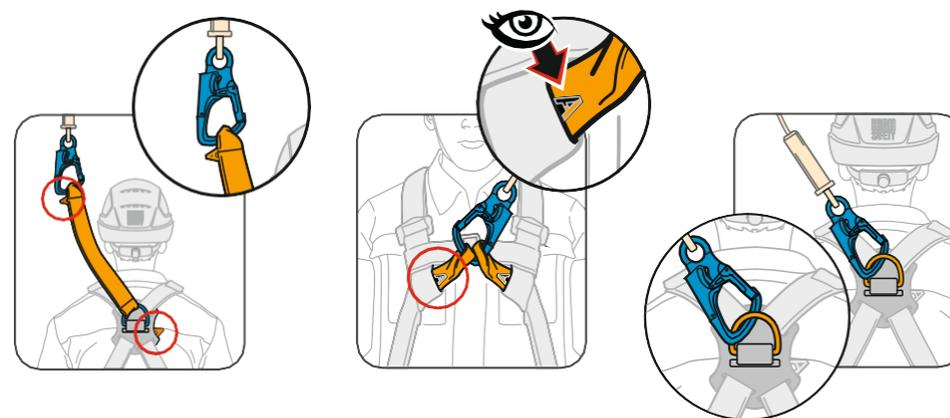

Рис. 7 Крепление соединительной подсистемы к анкерным точкам на привязи.
6. Соединить карабин соединительной подсистемы с точкой крепления привязи с маркировкой «A» (буква «A» должна быть полностью закраснена) или соединив одновременно с двумя точками крепления, обозначенными половиной буквы «A» (рис. 7).